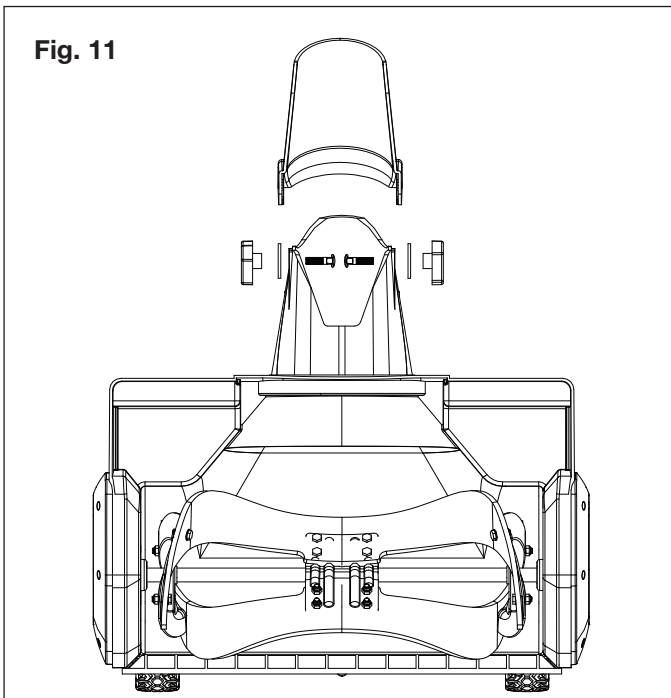

Fig. 11
1. Retirez les boutons, les rondelles et les boulons de carrosserie de la goulotte d'éjection (Fig. 11).